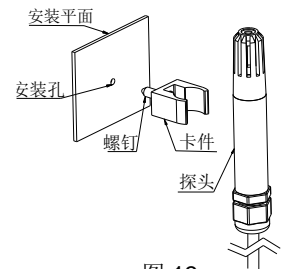

图 13
2.探头平面安装：如下图13所示，在安装平面上钻安装孔，将安装卡件固定在安装平面上，再将探头卡紧于卡件中。